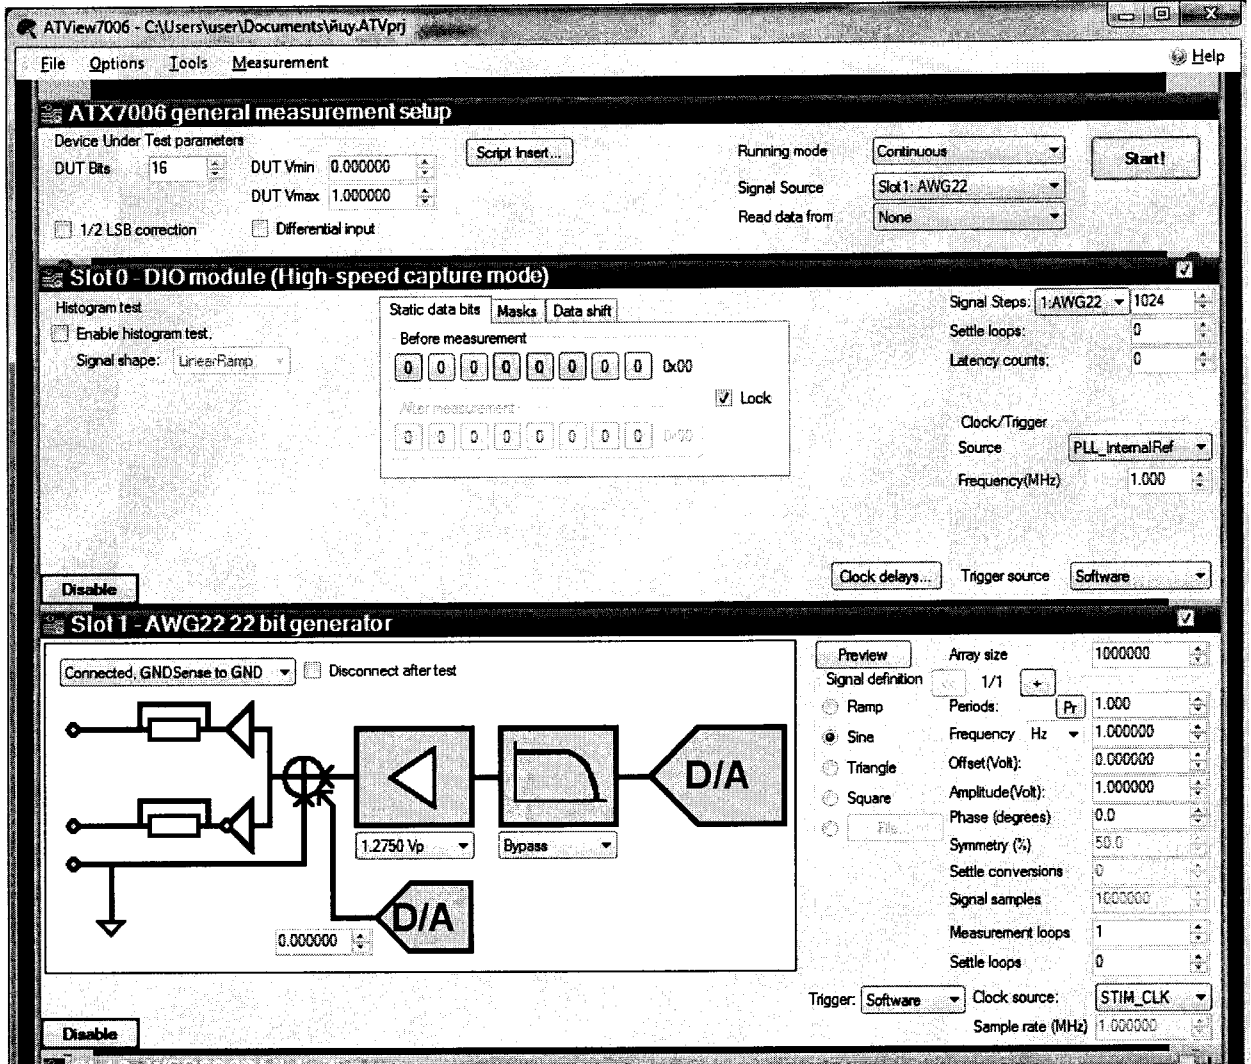

Рисунок 1
7.4.1.1.2 Запустить программу управления генератором сигналов произвольной формы низкочастотного AWG 22 «ATView7006», в открывшемся окне активировать «Slot 0 – DIO module» и «Slot 1 – AWG 22 22 bit generator» (рисунок 1).
7.4.1.2.2 Запустить программу управления генератора сигналов произвольной формы низкочастотного AWG 22, для этого запустить программу ATView7006, в открывшемся окне активировать «Slot 0 – DIO module» и «Slot 1 – AWG 22 22 bit generator» (рисунок 1).